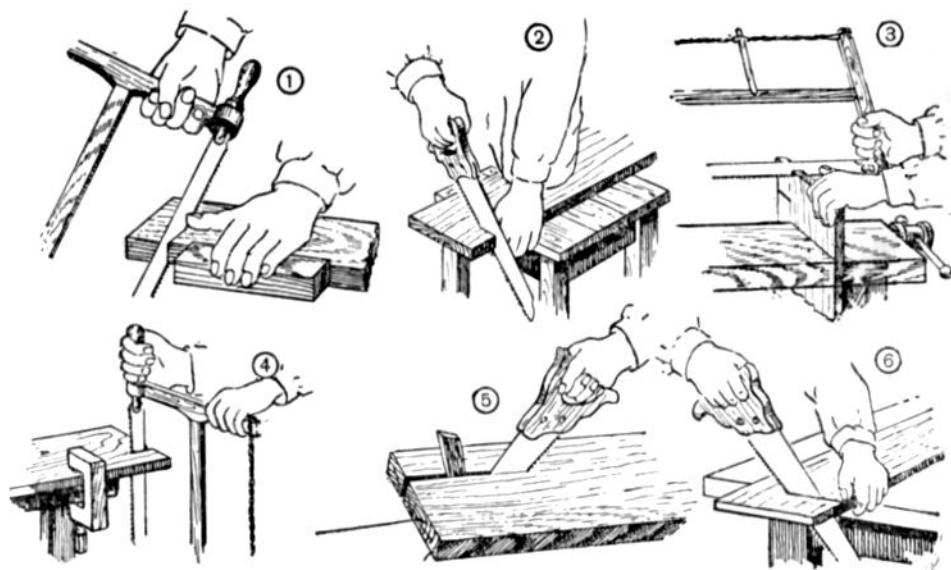

Рис. 25. Работа пилой и ножовкой:
Укрепленную в вертикальном положении доску ребята высокого роста могут пилить по длине, держа пилу одной или обеими руками (смотрите рис. 25 (4)). Такой способ называется пилением «вразмашку».